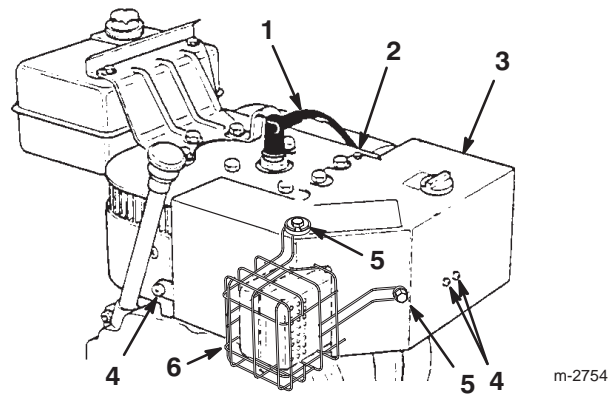

Figure 15
Avant d'utiliser la déneigeuse par une température extérieure supérieure ou égale à 4°C, déposez la boîte de chauffage (Fig. 15).
1. Débranchez la bougie et éloignez le capuchon pour éviter tout risque de contact accidentel (Fig. 15).
4. Enlevez les fixations de la boîte de chauffage (Fig. 15).